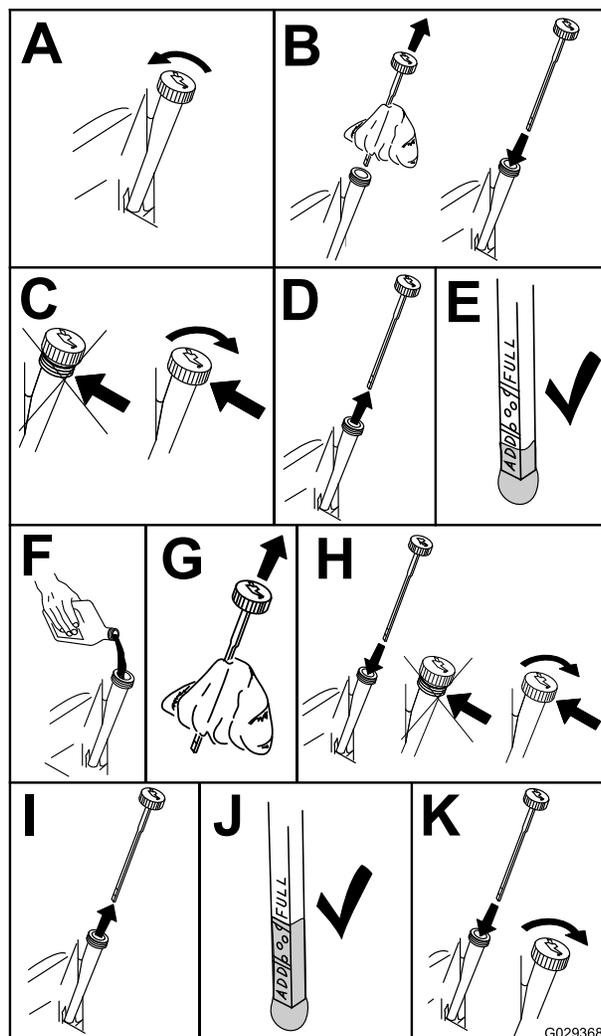

Bild 41
3. Reinigen Sie den Bereich um den Ölfüllstutzendeckel bzw. den Ölpeilstab vor dem Abnehmen, damit kein Schmutz oder Schnittgut usw. in den Motor gelangt (Bild 41).